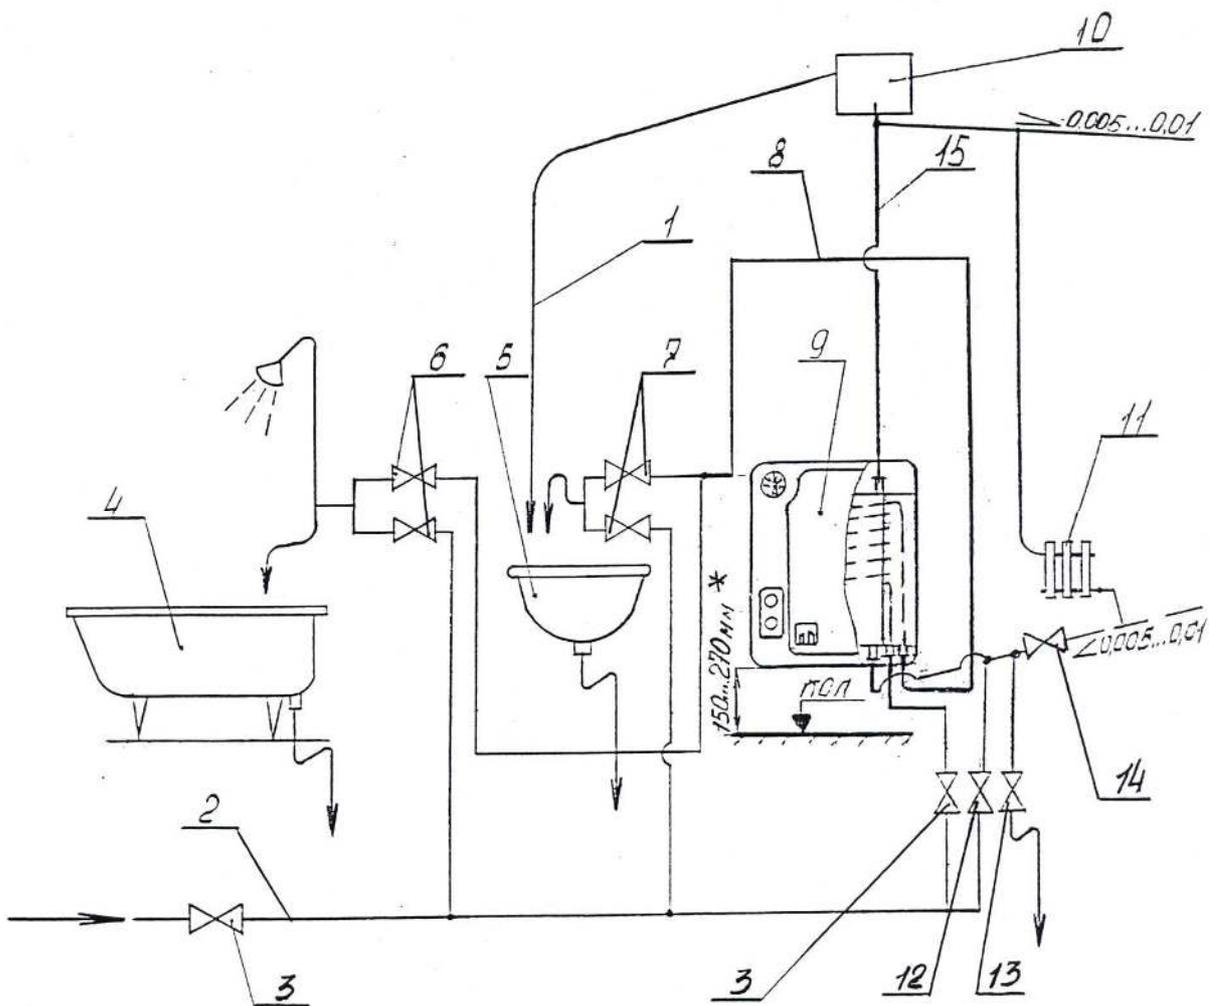

Рис. 5 Примерная схема установки котла с гравитационной системой отопления.
5.14 Примерная схема установки котла в открытой гравитационной системе отопления и подключение к системе хозяйственного водоснабжения приведена на рис.5. При подключении котла к системе хозяйственного водоснабжения на входе в котел необходимо установить сетчатый фильтр с размером ячейки не более 3х3 мм.
2** В случае применения принудительной циркуляции теплоносителя котлы могут быть установлены на любой удобной высоте при условии доступа к элементам управления, розжига и контроля. Для гравитационных отопительных систем высоту H см. рис.5.
4) контролировать наличие воды в расширительном баке и, при необходимости, доливать воду (для открытой отопительной системы, см. рис.5);